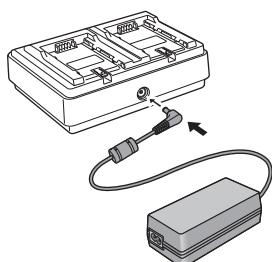

図 1
**1** ACアダプターのDCプラグをバッテリーチャージャーの〈DC IN 12V〉端子に接続する。(図1)